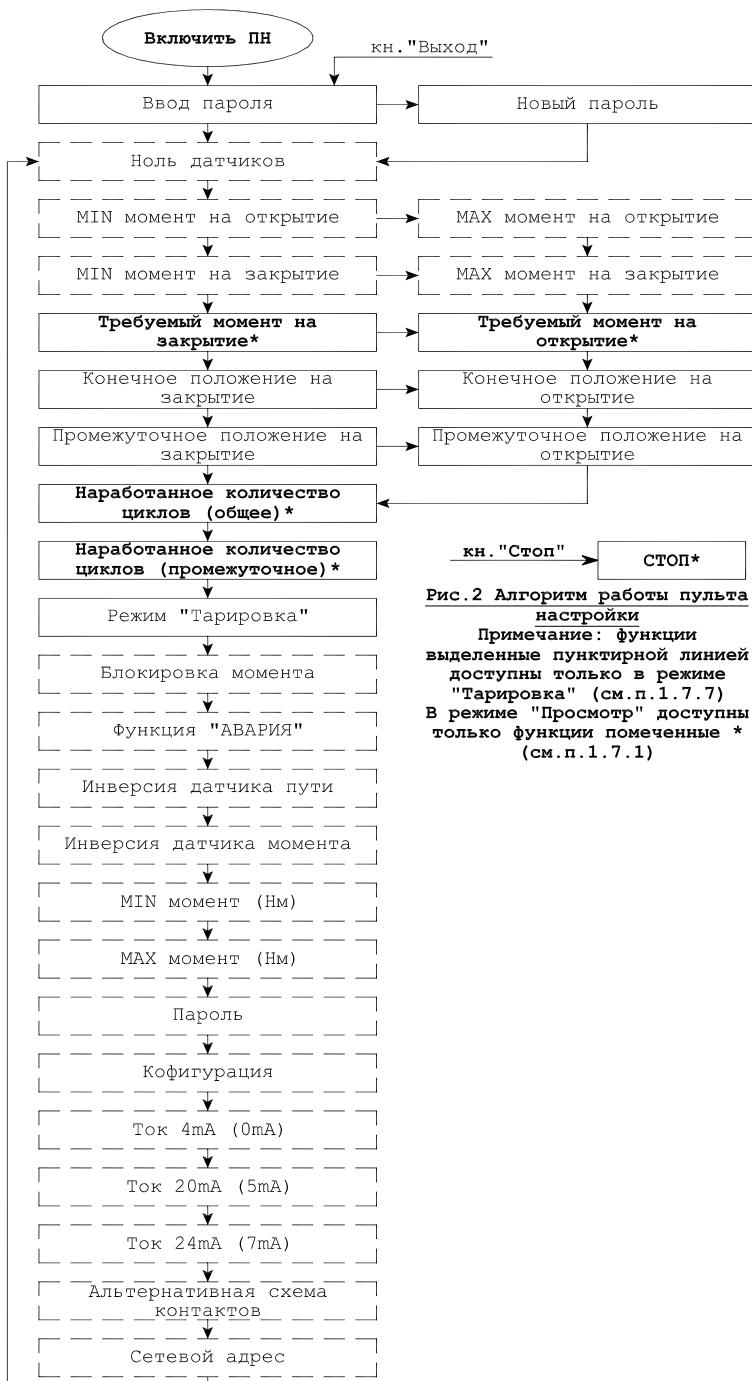

Рис.2 Алгоритм работы пульта настройки
Состояние контактов реле SQ1-SQ4, S1, S2 в активном положении соответствует изображенному на рис.1 и рис.2а,2б. Обмотки реле в этом положении обесточены, из чего следует, что при снятии питания с ЭБКВ все реле переходят в активное положение, что соответствует одновременно достигнутым положениям «О» и «З», и превышению момента одновременно на
Переход между функциями настройки осуществляется с помощью кнопок “Вниз”, “Вверх” и “Вправо”, согласно алгоритму приведенному на рис.2
- функции настройки ЭБКВ доступные пользователю в соответствии с рис.2 зависят от режима работы: «Просмотр», «Модификация», «Тарировка». В режиме «Тарировка» (см. п. **Ошибка! Источник ссылки не найден.**) для просмотра/модификации доступны все функции ЭБКВ. В режиме «Модификация» для просмотра/модификации доступны только функции обведенные сплошной линией. В режиме «Просмотр» для просмотра доступны только функции отмеченные знаком *;
Включите ПН тумблером с левой стороны корпуса. При этом вы попадете в функцию «Ввод пароля» (см. рис.2), и на дисплее высветится «Пароль 0». Установите на индикации значение пароля совпадающее со значением, занесенным ранее в память ЭБКВ (заводское значение - 0). Направьте «глазок» ПН на окно индикации ЭП, и нажмите кнопку «Ввод».
Функция позволяет установить значение момента на валу привода в сторону закрытия, при достижении которого реле SQ4 (см. п.1.5) переключается в активное положение. Для этого выберите функцию в соответствии с рис.2. При этом на дисплее ПН будет надпись «Мом. зак XXXНм», где XXX текущее значение функции. Установите на индикации требуемое значение момента на закрытие в Нм и нажмите кнопку «Ввод».
Функция позволяет установить значение момента на валу привода в сторону открытия, при достижении которого реле SQ3 (см. п.1.5) переключается в активное положение. Для этого выберите функцию в соответствии с рис.2. При этом на дисплее ПН будет надпись «Мом. отк XXXНм», где XXX текущее значение функции. Установите на индикации требуемое значение момента на открытие в Нм и нажмите кнопку «Ввод».
Функция позволяет задать положение штока арматуры, при прохождении которого в сторону закрытия реле SQ2 (см. п.1.5) переключается в активное положение, засвечивается желтый светодиод (при отсутствии дальнейшего движения в сторону закрытия, в противном случае светодиод будет мигать), а на цифровом индикаторе высвечивается «|» []. Для этого необходимо установить арматуру (ручным дублером или двигателем) в закрытое положение, выбрать функцию в соответствии с рис.2. (на дисплее ПН будет надпись «Уст. зак. полож.»), и нажать кнопку «Ввод». На ЭБКВ появится индикация «|» [] и загорится желтый светодиод.
Функция позволяет задать положение штока арматуры, при прохождении которого в сторону открытия реле SQ1 (см. п.1.5) переключается в активное положение, засвечивается зеленый светодиод (при отсутствии дальнейшего движения в сторону закрытия, в противном случае светодиод будет мигать), а на цифровом индикаторе высвечивается «===». Для этого необходимо установить арматуру (ручным дублером или двигателем) в открытое положение, выбрать функцию в соответствии с рис.2. (на дисплее ПН будет надпись «Уст. откр. полож.»), и нажать кнопку «Ввод». На ЭБКВ появится индикация «===» и загорится зеленый светодиод.
Функция позволяет задать положение штока арматуры, при прохождении которого в сторону закрытия реле S2 (см. п.1.5) переключается в активное положение. Для этого необходимо установить арматуру (ручным дублером или двигателем) в нужное положение, выбрать функцию в соответствии с рис.2. (на дисплее ПН будет надпись «Уст. закр. полож. 2»), и нажать кнопку «Ввод».
Функция позволяет задать положение штока арматуры, при прохождении которого в сторону открытия реле S1 (см. п.1.5) переключается в активное положение. Для этого необходимо установить арматуру (ручным дублером или двигателем) в нужное положение, выбрать функцию в соответствии с рис.2. (на дисплее ПН будет надпись «Уст. откр. полож. 2»), и нажать кнопку «Ввод».
Функция позволяет просмотреть значение счетчика полуциклов отработанных ЭБКВ в составе электропривода с момента его изготовления (максимальное значение – 65535). Для этого выберите функцию в соответствии с рис.2. На дисплее ПН появится надпись «Циклов 1 XXX», где XXX текущее значение счетчика. Один полуцикл соответствует последовательному изменению состояния ЭБКВ из положения «Закрыто» в «Открыто» или наоборот из «Открыто» в «Закрыто».